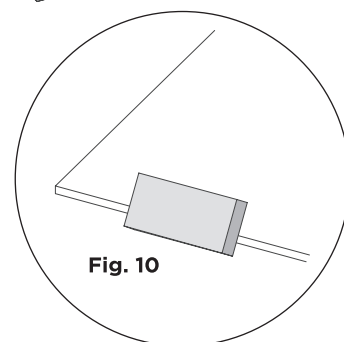

Fig. 10
- 4.8 Poncez légèrement les bords avec du papier de verre et un bloc, afin d'en lisser la surface. (Fig. 10)